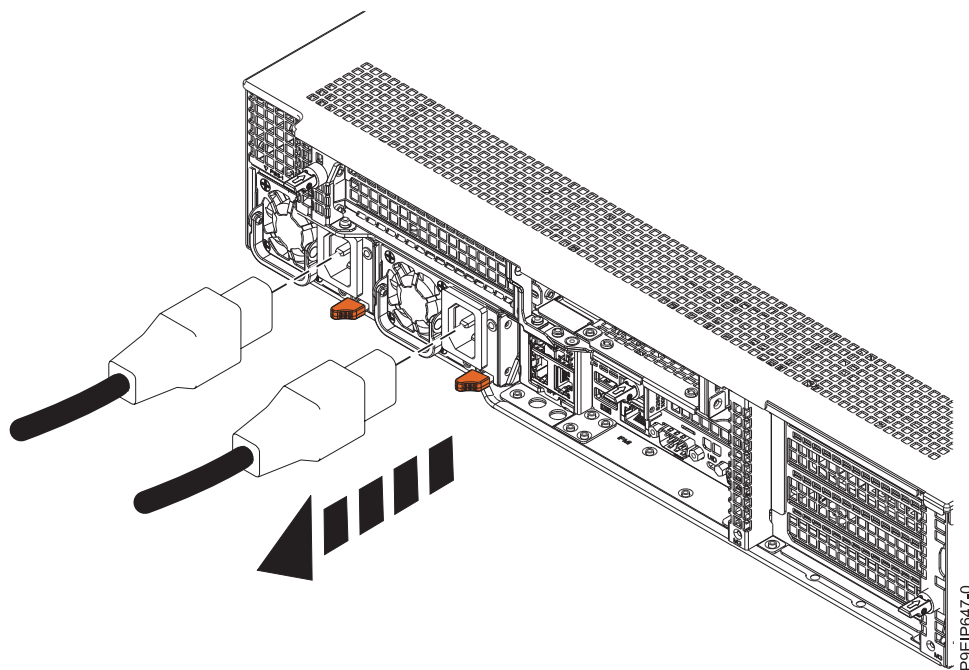

Figura 71. Removendo os cabos de energia do sistema
2. Rotule e desconecte os cabos de energia da unidade de sistema conforme mostrado na Figura 71 na página 114.